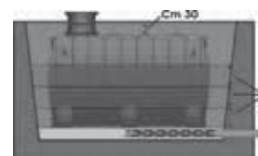

Fig. 3 Remarque. On peut obtenir d'excellents
5. Remplir le réservoir sur environ 20-30 cm et remplir l'espace vide entre le réservoir et la paroi de l'excavation avec du sable, jusqu'au niveau de l'eau, avec des couches d'environ 20 à 30 cm à la fois (fig. 3), en faisant bien attention à les **compacter parfaitement**, en s'aidant **d'un pieu en bois** (fig. 5) ou d'autres moyens appropriés. Éviter de jeter le sable en grande quantité, car cela pourrait créer des accumulations, pouvant déformer le réservoir, et des vides dans d'autres zones. **Il est essentiel d'essayer de compacter au maximum chaque couche qui est ajoutée.**
7. Nous recommandons de remplir la partie supérieure du trou, jusqu'au début du dôme d'extension, le cas échéant, avec du sable non recyclé, en terminant la dernière étape de l'enfouissement avec de la terre végétale, en prenant soin de ne pas dépasser la profondeur maximale d'enfouissement de 30 cm, comme illustré à la Figure 3. (~ 50 cm pour série NER).